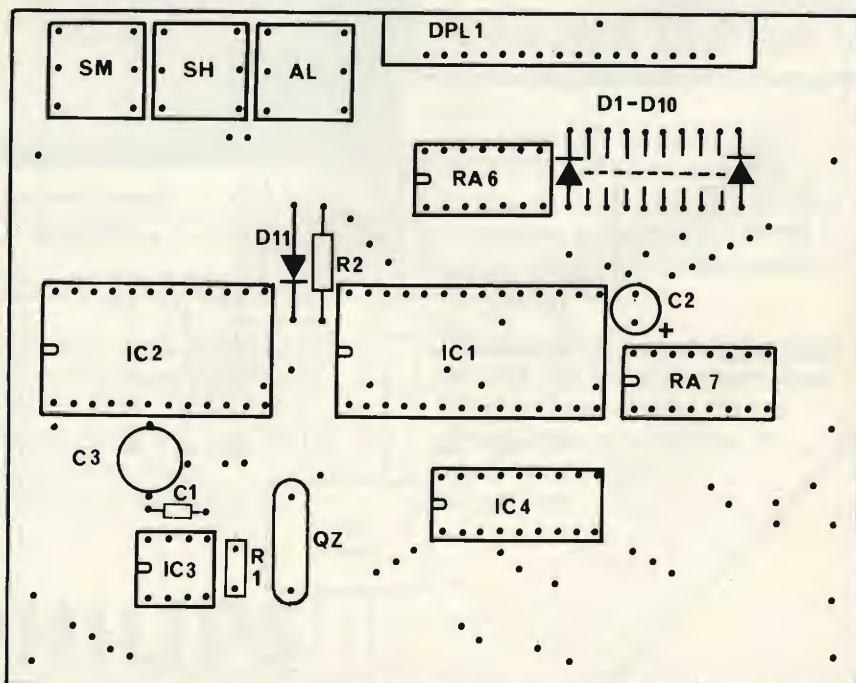

Fig. 3 - Basetta dell'orologio vista dall'alto (lato parti). Scala 1 : 1. I pulsanti di messa a punto possono anche essere esterni.
Fig. 3 - In funzione dello spazio disponibile sul circuito stampato, nonché degli attrezzi da disegno di cui si dispone e della scala che si vuole adottare, la prima cosa da fare consiste nel definire i cinque parametri essenziali della bobina, cioè la larghezza della pista (p), l'intervallo fra spira e spira (s), la lunghezza del lato esterno (D), la larghezza del vuoto interno (Δ) e il numero delle spire (N).